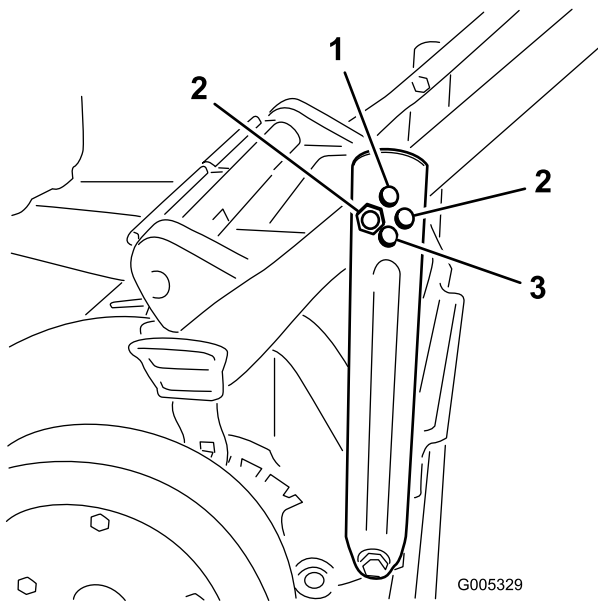

Figura 5
- Introduzca el perno a través de uno de los taladros de cada uno de los soportes del manillar para ajustar el manillar a la posición deseada y apriételo (Figura 5).